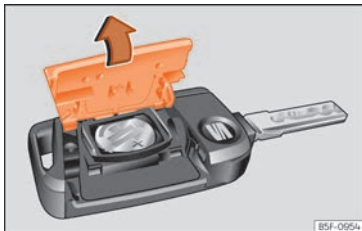

Abb. 88 Fahrzeugschlüssel: Deckel des Batterie-fachs öffnen.
- Abdeckung auf der Rückseite des Fahr-zeugschlüssels »» **Abb. 88** in Pfeilrichtung abnehmen »» ⚠.
- Abdeckung wie gezeigt ansetzen »» **Abb. 88** und entgegen der Pfeilrichtung auf das Fahrzeugschlüsselgehäuse drücken, bis sie einrastet.